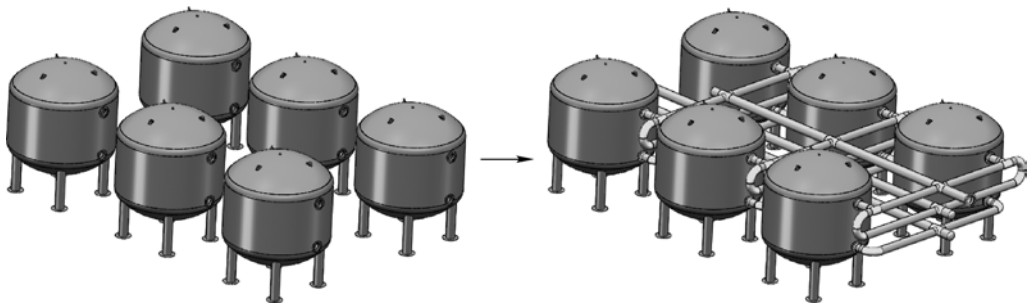

图 3-30 罐体装配体和管道布管效果
本实例所创建的罐体装配体和管道布管效果，如图 3-30 所示。操作时罐体使用提供的素材文件并进行阵列，管道通过绘制辅助线，然后布管得到（需添加多个法兰），具体操作如下。
STEP 7 最后导入本书提供的素材文件“尾端.SLDPRT”，并添加必要的法兰件，可完成所有布管操作，最终效果如图 3-30 右图所示。